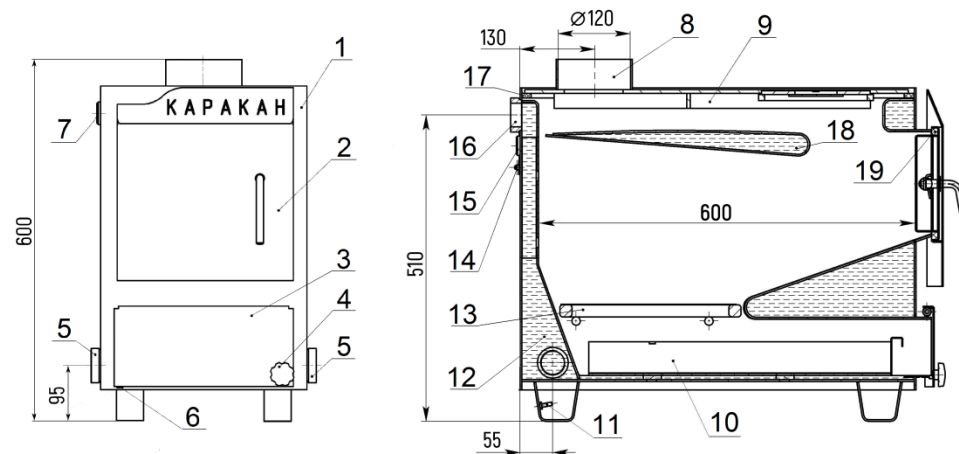

Рисунок 1. Схема котла. Базовая комплектация
- 5.7.** По желанию потребителя на котел можно установить автоматический регулятор тяги (через фланец *7, рис.1*). Крепление для цепи автоматического регулятора тяги находится на дверце зольника. В отсутствие регулятора фланец герметизируется заглушкой G 3/4" – см. базовую комплектацию.
6.3. Система отопления должна быть оборудована предохранительным клапаном с порогом срабатывания согласно п. 5.9 настоящего паспорта. Клапан устанавливается на корпусе котла (поз. 15 на рис. 1).